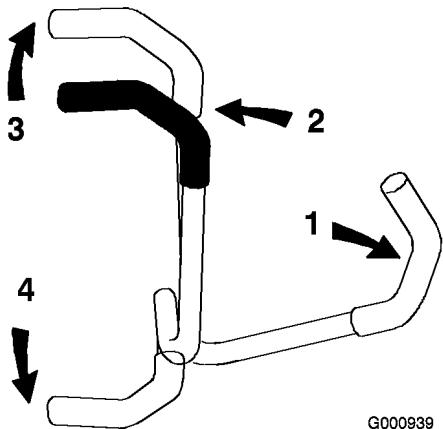

Figura 18
1. Mueva las palancas de control de movimiento hacia fuera (Figura 18) a la posición de bloqueo/punto muerto.
3. Para ir hacia adelante, empuje lentamente las palancas de control de movimiento hacia adelante (Figura 18).
Para ir recto, aplique la misma presión a ambas palancas de control de movimiento (Figura 18).
Para girar, mueva la palanca de control de movimiento hacia punto muerto en el sentido en el que desea girar (Figura 18).
- Para ir hacia atrás, tire lentamente de las palancas de control de movimiento hacia atrás (Figura 18).
Para girar, deje de empujar la palanca de control de movimiento del lado al que desea girar (Figura 18).